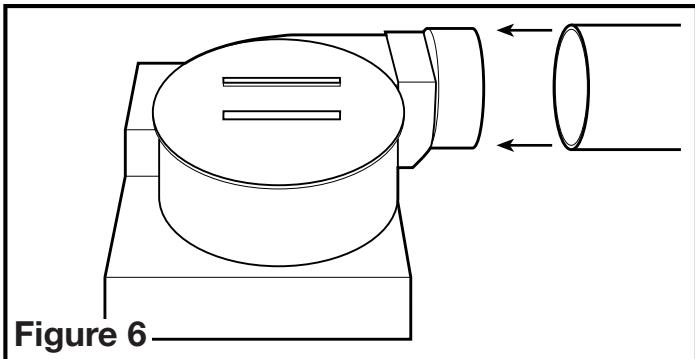

Figure 6
- Raccorder le conduit au collet de conduit du ventilateur (**Figure 6**). Fixer en place à l'aide de ruban ou de serre-joint. Toujours évacuer le ventilateur vers l'extérieur au travers de chapeau mural ou de toit. Il est recommandé que les raccords d'extrémité basse de restriction sont utilisées.